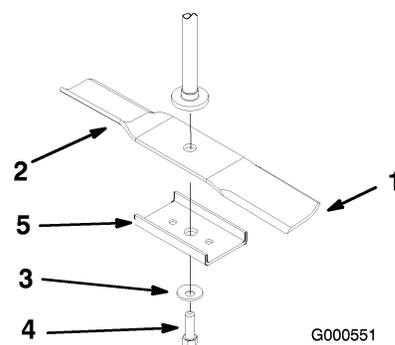

Bild 40
Halten Sie das Ende des Messers mit einem stark wattierten Handschuh oder wickeln Sie einen Lappen um es herum. Entfernen Sie die Messerschraube, Wellenscheibe, Messerverstärkung und das Messer von der Spindelwelle (Bild 40).
1. Bringen Sie das Messer auf der Spindelwelle an (Bild 40).
2. Montieren Sie die Messerverstärkung, die Wellenscheibe (Schalenseite zum Messer) und die Messerschraube (Bild 40).